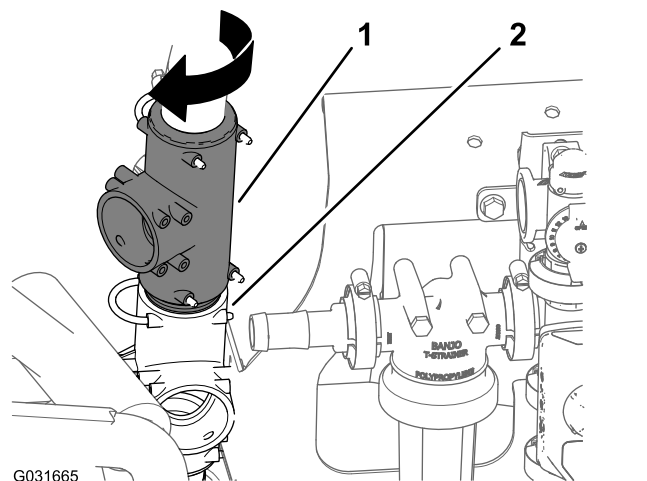

Figura 218
3. Gire el acoplamiento en T alrededor de 45° en el sentido de las agujas del reloj (Figura 218).